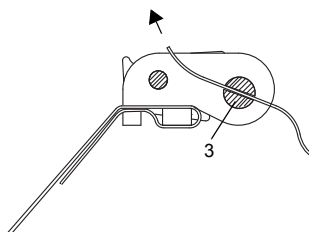

Fig. 9.42: Fermoir à cliquet avec sangle de fixation
- Faites passer l'extrémité longue de la sangle de fixation à travers la partie 3 du fermoir à cliquet (voir Fig. 9.42).